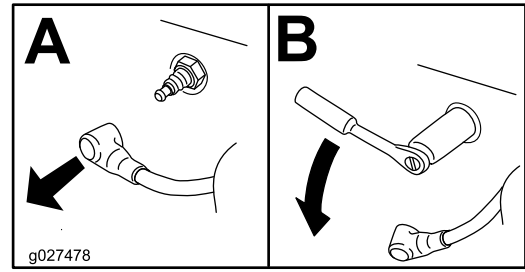

Figura 46
4. Retire la bujía (Figura 46).